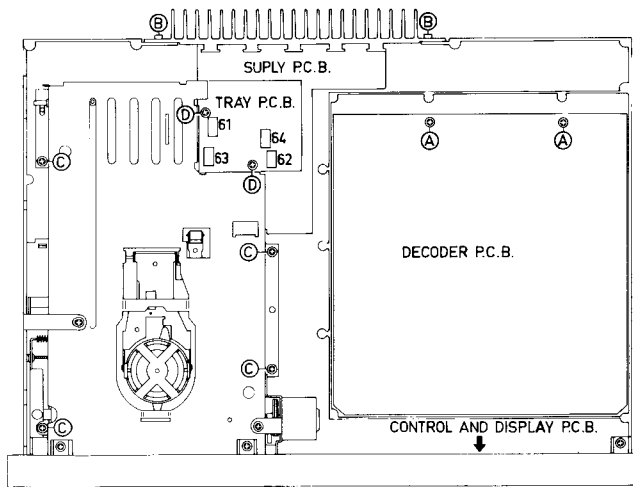

Fig. 3
- Die 2 Schrauben B (siehe Bild 3) lösen.
SERVICELLEISTUNGEN AM DECODIERPRINT UND AM SERVOPRINT (Siehe Bild 3)
- Die 4 Schrauben C (siehe Bild 3) lösen.